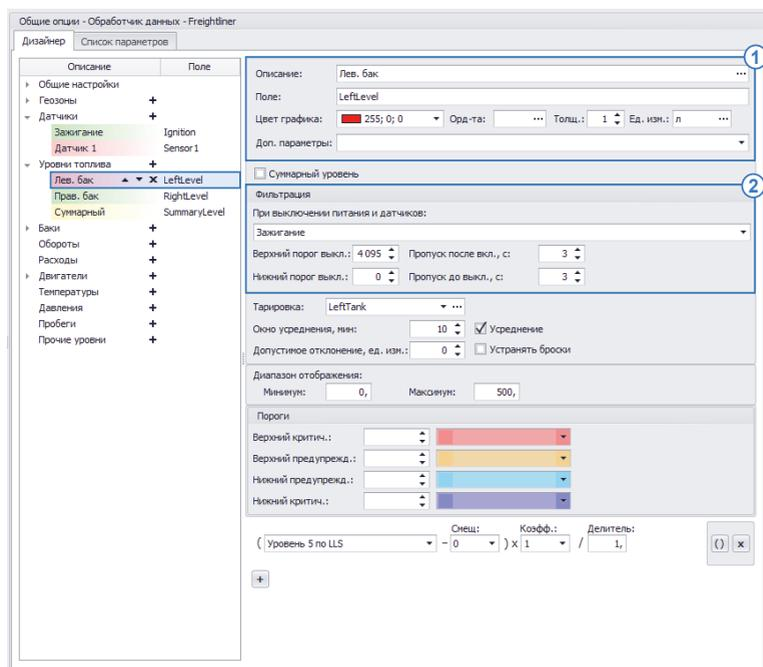

Рис.26. Параметр уровня топлива.
Виртуальный датчик уровня топлива предназначен для обработки сырых показаний реальных датчиков уровня топлива и представления их в программе в удобном для пользователя виде. Для создания виртуального датчика уровня топлива необходимо добавить новый параметр в группу «Уровни топлива» и задать настройки (Рис.26).
**1. Общие настройки (Рис.26, п.1).** Общие настройки описаны в разделе «Общие настройки параметров», поэтому в данном разделе их настройка рассматриваться не будет.
### 2. Настройка первичной фильтрации показаний уровня топлива (Рис.26, п.2)